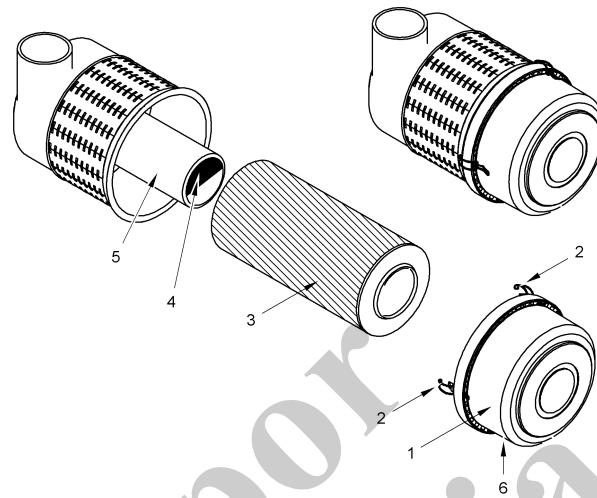

Fig. 209 Filtro de aire de la estructura
1	Abra las abrazaderas de bloqueo (2, Fig. 209) de la cubierta del filtro de aire (1) y retírela.